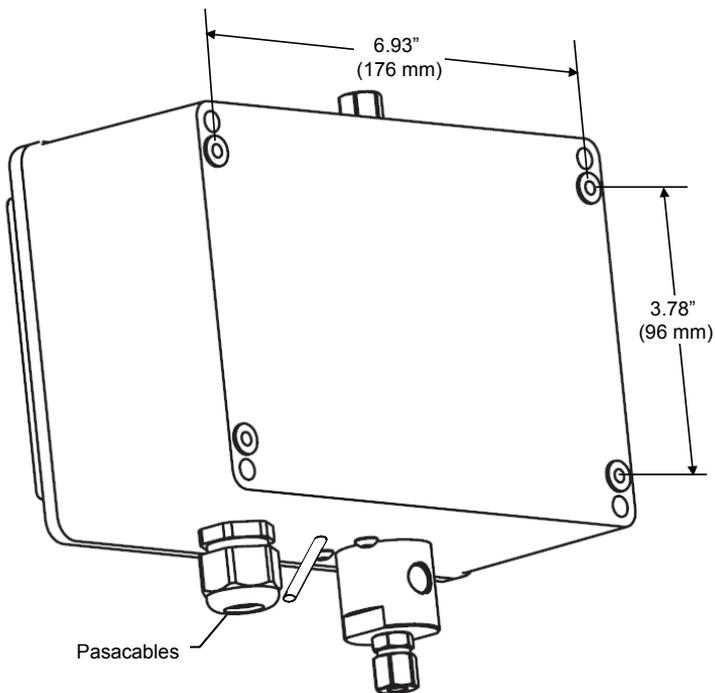

Figura 5: El Drippard – vista posterior que muestra los centros de montaje
1. Con el fin de montar el Dripgard, perforar cuatro agujeros de $\frac{1}{4}$ de pulgada en la placa de metal en la que se fijará el Dripgard de acuerdo con la plantilla de perforación que se muestra en la Figura 5: El Dripgard – vista posterior que muestra los centros de montaje.
Los cables de potencia y de control se enrutan a través de la parte inferior de la caja de conexión a través del atornillado de cables (ver Figura 5).